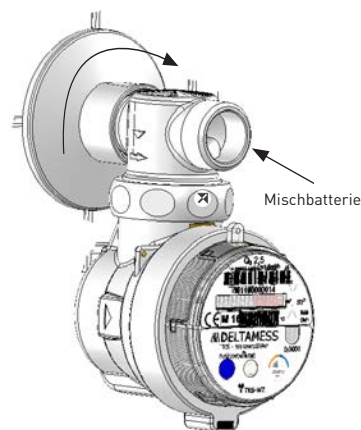

Bild 2 (Montage Mischbatteriezähler)
- Die Überwurfmutter mit einem Gabelschlüssel (SW 32) anziehen (Bild 2).